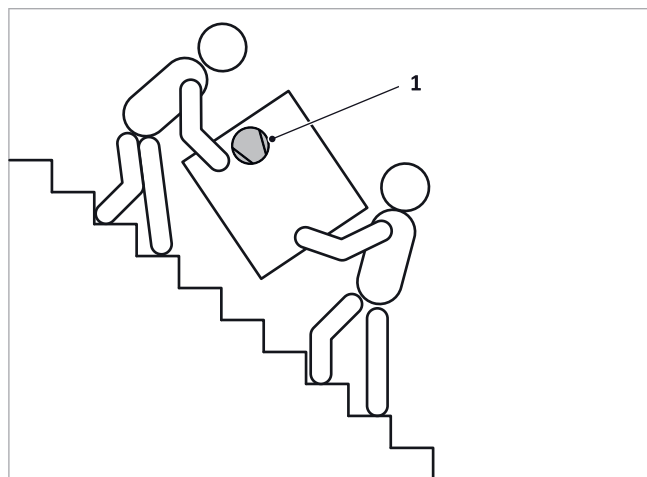

Fig. 2: Trasporto lungo le scale
- Se durante il trasporto il dispositivo deve essere ribaltato, questo dovrà avvenire solo brevemente e solo sul lato longitudinale, mentre il compressore, vedi → fig. 2 (1), deve essere rivolto sempre verso l'alto.